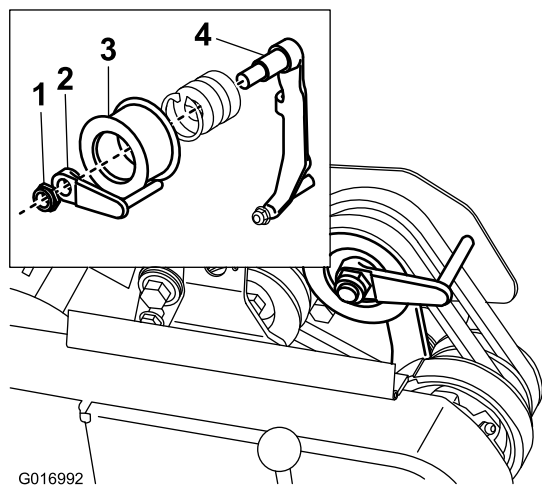

図 40
8. エンジンを使わずに、楽に機体を押ししたり引いたりすることができるよう、ベルトガイド (図 40; 挿入図) を以下のように調整しておきます: